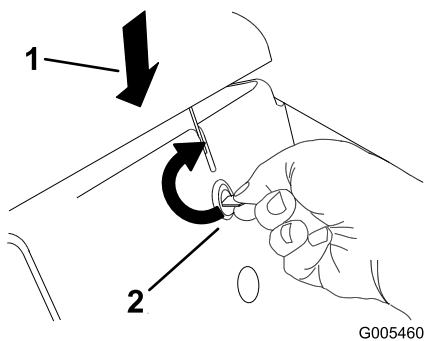

Figura 27
1. Empuje hacia abajo sobre el capó mientras gira el cierre del capó con la llave suministrado con la unidad de tracción, una moneda o un destornillador en el sentido de las agujas del reloj (Figura 27).